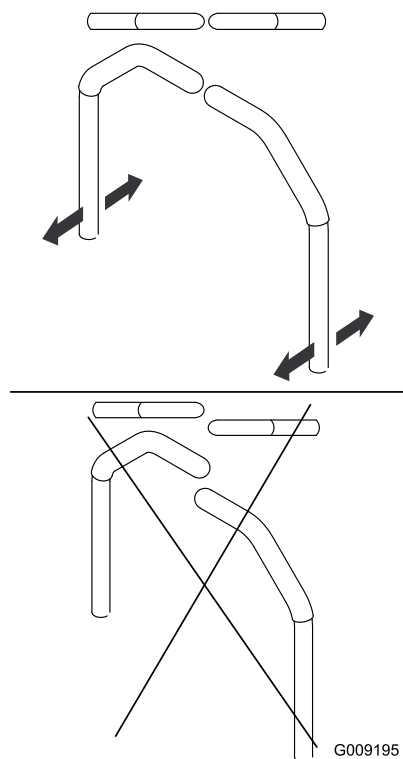

図 60
3. 左右のレバーを両方持ってニュートラル位置に置き、その位置でふたつのレバーどうしを整列させる 図 60。